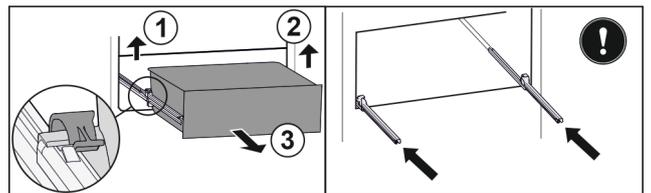

Fig. 101
- Sollevare il morsetto sinistro e allo stesso tempo tirare in avanti il cassetto sinistro. Fig. 101 (1)
- Sollevare il morsetto destro e allo stesso tempo tirare in avanti il cassetto destro. Fig. 101 (2)
- Rimuovere il cassetto tirandolo in avanti. Fig. 101 (3)